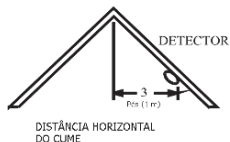

Figura 5: Local recomendado para montar detectores de fumaça e de calor em dormitórios com teto inclinado, a duas águas ou convexo.
- ◆ Se alguma das suas habitações tem tetos inclinados, convexos ou a duas águas, procure montar os detectores de fumaça e de calor a 0.9 metros do ponto mais alto do teto, medidos horizontalmente, como se sugere na Figura 5.